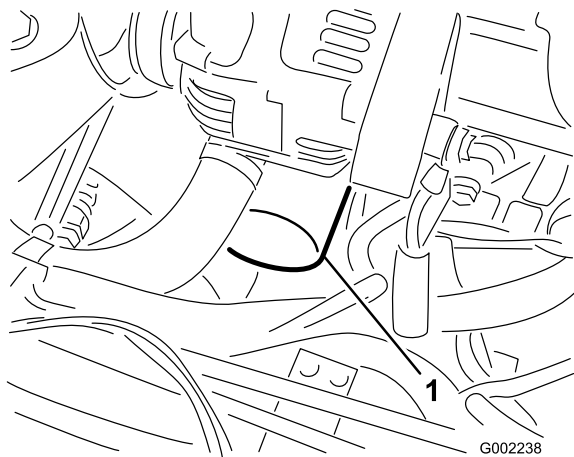

図 43
7. 古いオイルフィルタ(図 43)を外す。
10. アダプタに新しいフィルタを取り付ける。ガスケットがアダプタに当たるまで手でねじ込み、そこから更に 1/2 回転増し締めする 図 43。